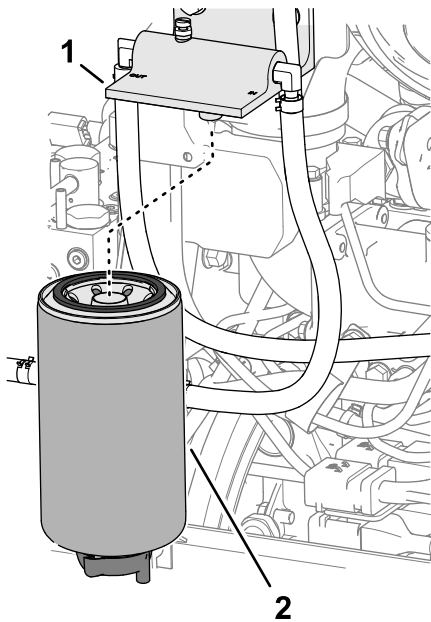

Figura 82
- Limpie el filtro del separador de combustible/agua y la cabeza del filtro (Figura 82).